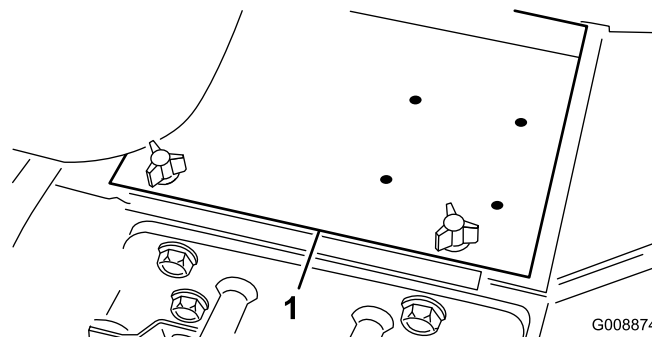

Рисунок 4
- Снимите крышку аккумулятора (Рисунок 4).